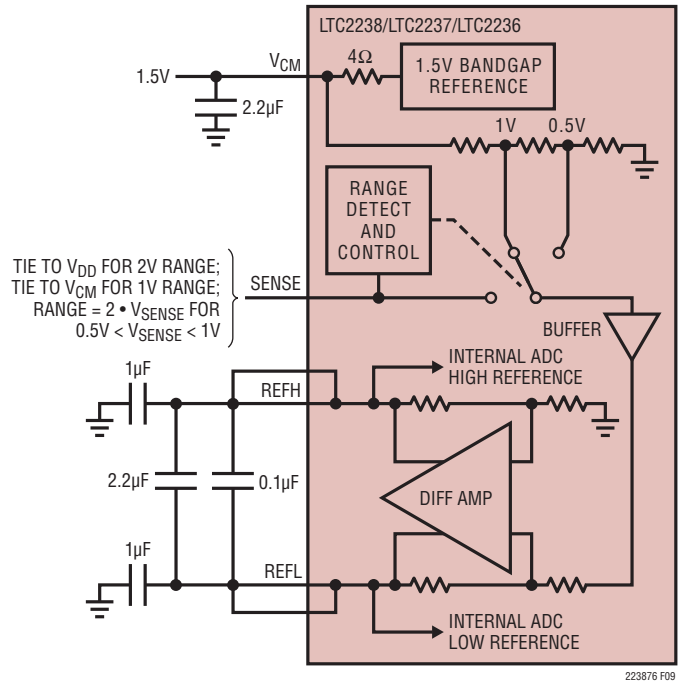

図9. 等価リファレンス回路
1.5Vのバンドギャップ・リファレンス、差動アンプ、およびスイッチングと制御の回路で構成されるLTC2238/LTC2237/LTC2236のリファレンス回路を図9に示します。内部電圧リファレンスはピンで選択可能な2V (差動±1V)または1V (差動±0.5V)の2つの入力レンジに設定することができます。SENSEピンをV_{DD}に接続すると2Vの範囲が選択され、SENSEピンをV_{CM}に接続すると1Vの範囲が選択されます。
差動アンプはADCの“H”リファレンスと“L”リファレンスを生成します。高速スイッチング回路がこれらの出力に接続されているので、これらの出力は外部でバイパスする必要があります。各出力には2つのピンがあります。パッケージのインダクタンスを減らすために複数の出力ピンを必要とします。バイパス・コンデンサは図9に示すように接続する必要があります。